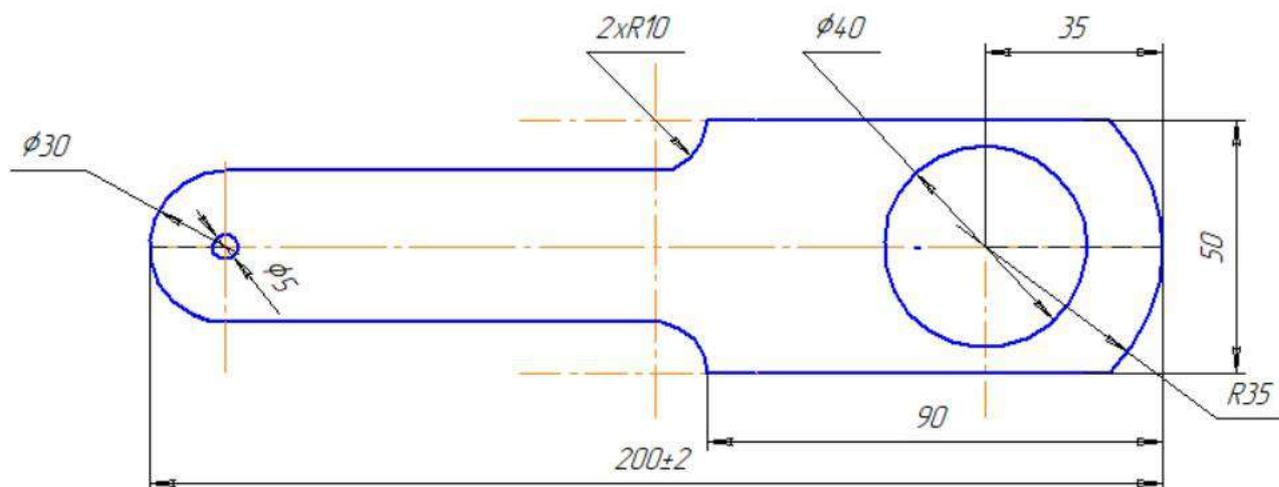

Рис. 1. Чертеж ракетки для игры «Бильбоке»
1. С помощью представленного чертежа выполнить ракетку для игры «Бильбоке» (см. рис. 1).